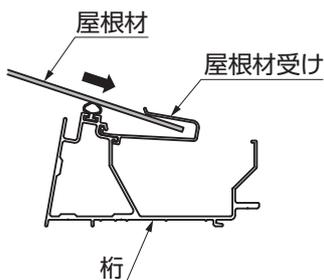

図12-3 B部詳細図
- ③屋根材を屋根材受けに、差込んでください。(図12-3参照)